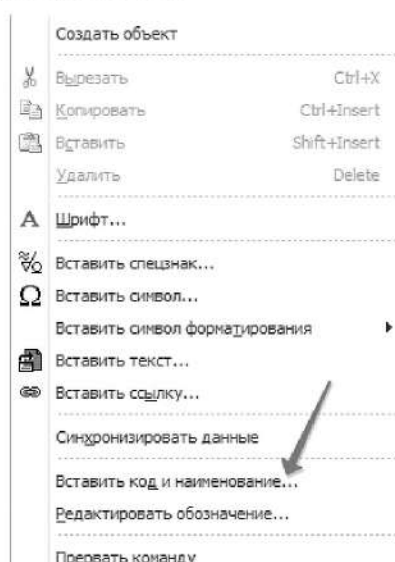

Рисунок 4.6. Добавление кода и наименования
1.2.3 Вызовите из контекстного меню команду **Вставить код и наименование** (рисунок 4.6).